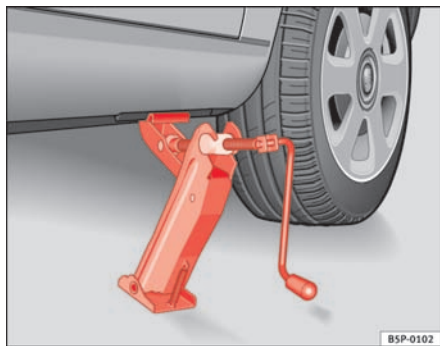

Fig. 179 Sådan sættes donkraften på.
- Stil donkraften således, at dens griber får fat i kanten under dørpanelet, og den bevægelige bundplade står plant på jorden ⇒ fig. 179.